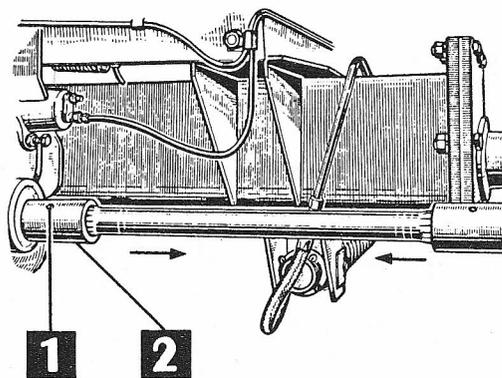

FIG. 48
- togliere i semiassi sfilando la spina dai manicotti di accoppiamento (o facendo uscire dalla loro scanalatura, con una apposita pinza, gli anelli elastici) e spostando questi sui semiassi (vedi fig. 48);
- staccare il bilancere della leva di comando sul cambio togliendo il dado dello snodo (5) smontare i martinetti (8) di comando freni dai coperchi laterali e fare attenzione affinché i pistoncini non fuoriescano;
- sganciare le molle (6);
- togliere le spine (1 - fig. 48) che tengono in sede i manicotti (2) o far uscire con una apposita pinza gli anelli elastici di sicurezza;